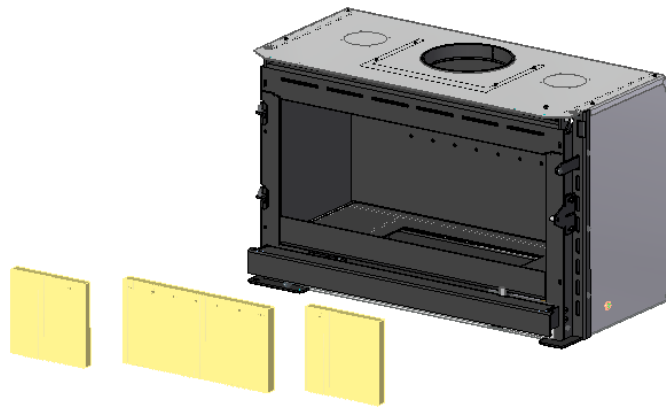

Figura 42 – Remoção das peças posteriores em vermiculite do equipamento
4. Remova as 3 peças das costas deslocando para o frontal do equipamento e posterior para o exterior do equipamento, Figura 42.